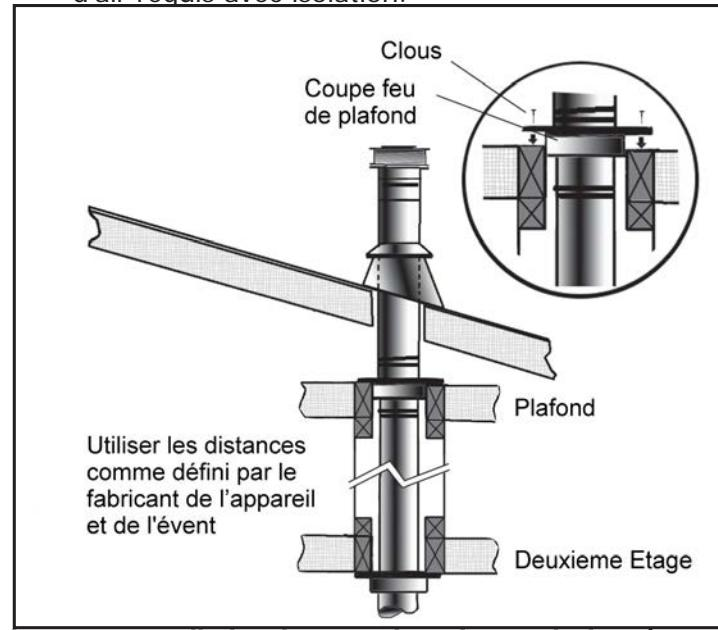

Figure 31: Installation de tuyau de maison a plusieurs étages
- 3) Pour les installations de plusieurs étages; un plafond firestop est requis au deuxième étage, et tous les étages suivante (voir la figure 31). L'ouverture doit être encadrée de 10" (254 mm) x 10" (254 mm) à l'intérieur, de la même manière, comme illustré à la Figure 21.